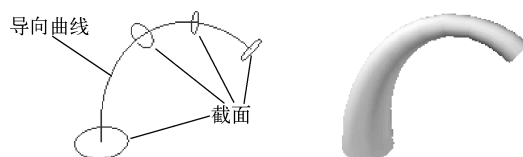

图 12-55 路径放样
(3) 路径 (P): 指定放样实体或曲面的单一路径, 如图 12-55 所示。选择该选项, 系统提示如下。